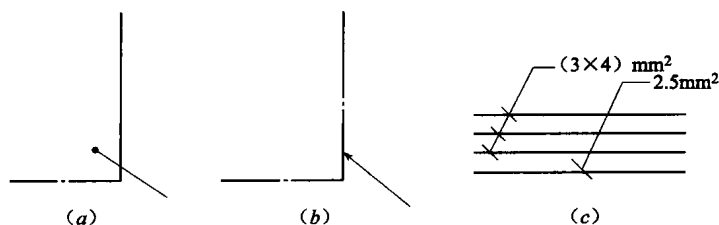

图 1-6 指引线
- 指向轮廓线内，加一黑点，见图 1-6 (a)。
- 指向轮廓线上，加一实心箭头，见图 1-6 (b)。
指向电路线上，加一短斜线，见图 1-6 (c)。